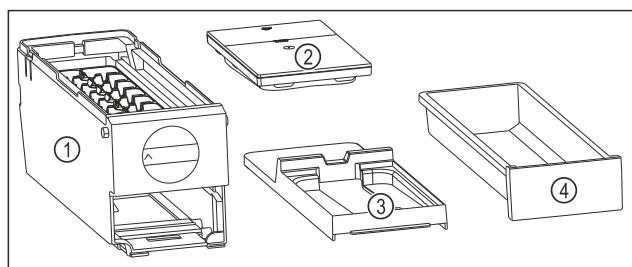

Fig. 214 Composants de l'EasyTwist-Ice
- ▷ L'EasyTwist-Ice est démonté en quatre parties. (voir Fig. 214)
- ▶ Ne démonter l'EasyTwist-Ice que de la manière illustrée. (voir Fig. 214)
- ▶ Nettoyer le corps de l'EasyTwist-Ice Fig. 214 (1) dans son ensemble.